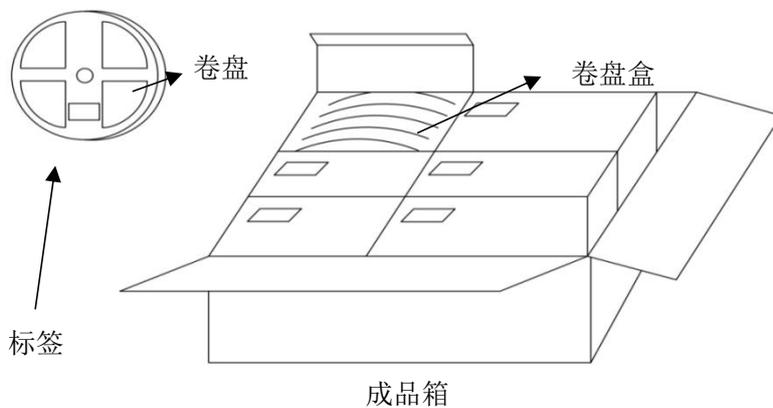

图 6 包装形式示意
4.1.5 最小包装为标准带式圆盘包装。批量包装时一箱为六盒，每盒为 10 盘，一箱共计 60 盘，详见图 6。